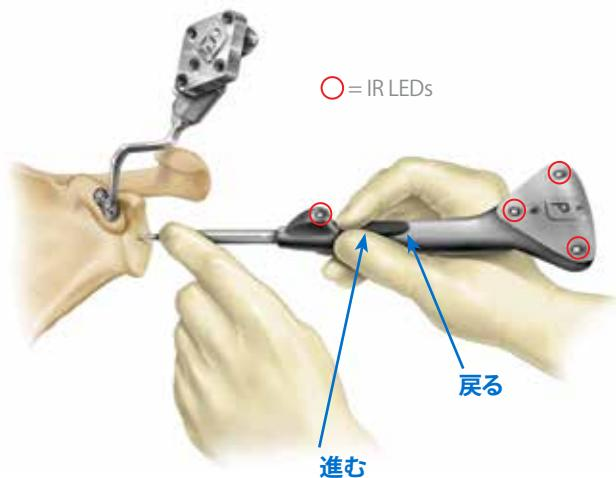

図30a
トラッカーは、患者情報を選択する前または後にペアリングできます。登録の開始前に、G トラッカーがコラコイドブロックに完全に装着されていることを確認してください。「進む」ボタンに入差し指をあててプローブトラッカー (P) を持ち、ボタンとプローブ先端の間にいるIR LEDを遮らないようにします (図30a)。